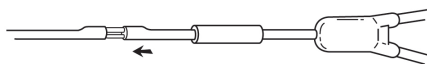

Fig. 4
4. För in den lilla metallkanylen(erna) i de(n) smala lumen på kateterändan. (Fig. 4)